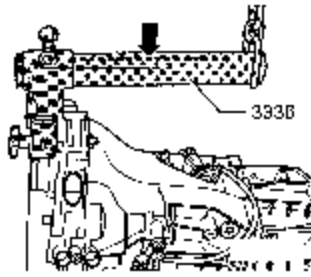

图 9-35 起重装置
(2) 用定位销钉调节滑动体的支承臂（图 9-35 中箭头），支承臂可见孔有 17 个，操作